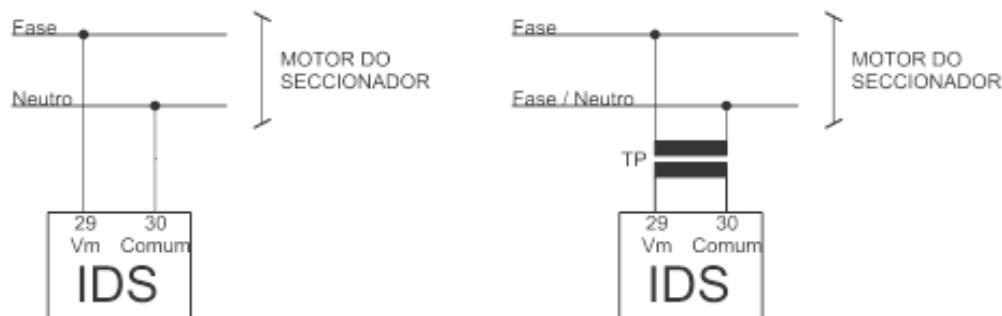

Figura 8 – Ligação da tensão do motor (V_m) no caso de motores AC
A tensão de alimentação do motor AC pode ser monitorada ligando-a diretamente aos pinos 29(sinal) e 30(comum), mas se o motor funcionar com uma tensão maior do que a faixa de medição, deve ser medida com auxílio de um TP. A Figura 8 a seguir mostra como fazer a ligação em ambos os casos:
- Na ligação direta, o ponto **comum (30)** deve estar ligado a um **neutro no potencial de referência**, não a outra fase nem a um neutro em potencial diferente da referência;
- Na ligação feita com o auxílio de um **TP**, o terminal ligado ao **comum (30)** deverá estar aterrado para evitar flutuações de neutro, conforme a Figura 8.